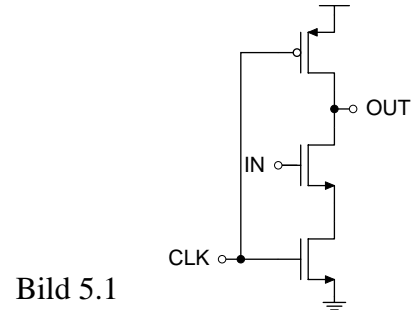

Bild 5.1
- d) Bild 5.1 zeigt einen Inverter in dynamischer Schaltungstechnik. Erklären Sie die prinzipielle Funktionsweise eines dynamischen Gatters. (2 P)